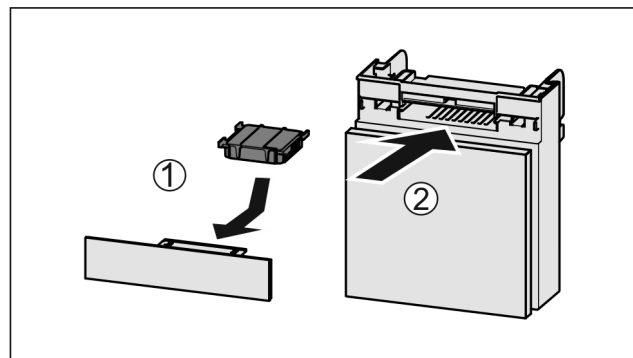

Fig. 106
- Insérer le filtre à charbon actif d'après le schéma Fig. 106 (1).
- Insérer le compartiment Fig. 106 (2).